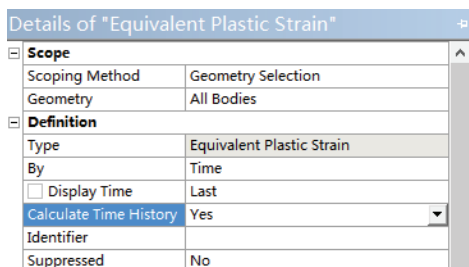

图 15-21 设置塑性应变图
9) 选择视图区域的零件, 然后单击 Details of “Equivalent Plastic Strain” 细节窗口中 Geometry 选项下的 Apply 按钮, 如图 15-21 所示, 此时添加整体等效塑性应变的等值线云图。